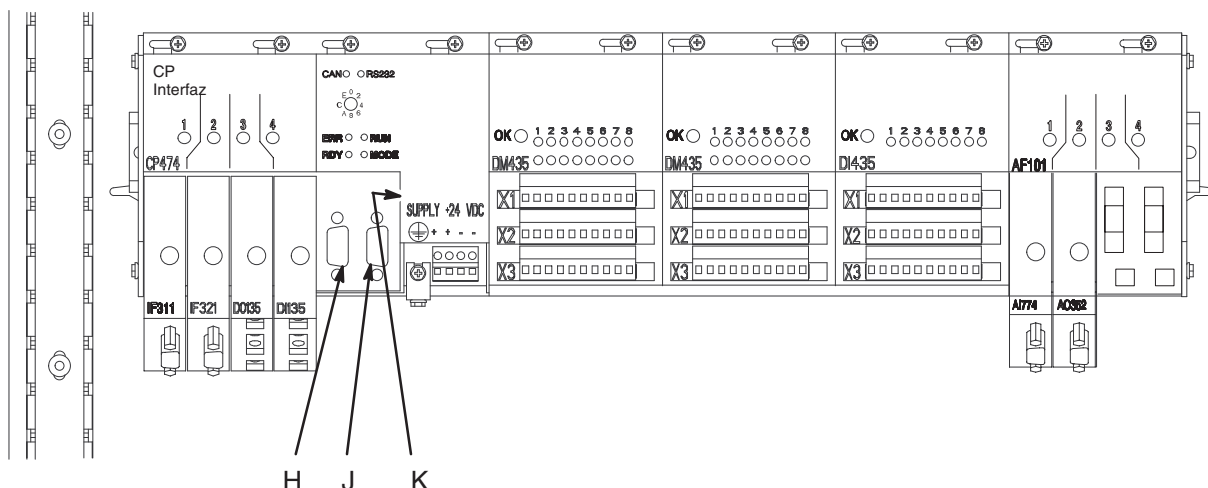

Fig. 11.2
3. Para ganar acceso a la tapa de la batería, desconecte los cables de los puertos de comunicaciones del controlador, CAN (H) y RS232 (J). Vea la Fig. 11.2.
5. Retire la tapa de la batería (K). Tire ligeramente de la cinta de la batería hasta que ésta salga por la ranura.
6. Instale la batería nueva (ref. pieza 114836) en la ranura, con la cinta por debajo de la batería. Vuelva a colocar la tapa (K).